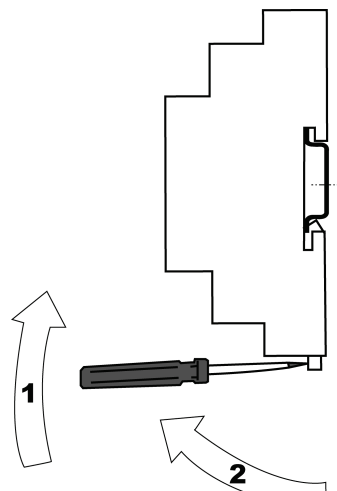

Рисунок 20 – Демонтаж прибора
2. В проушину защелки вставить острые отвертки (рисунок 20).